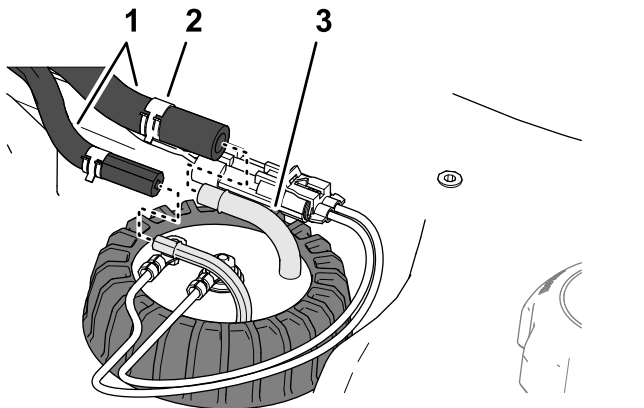

Figure 120
4. Éloignez les colliers qui fixent les flexibles sur les raccords vers l'intérieur du transmetteur de niveau de carburant, et débranchez les flexibles des raccords (Figure 120).